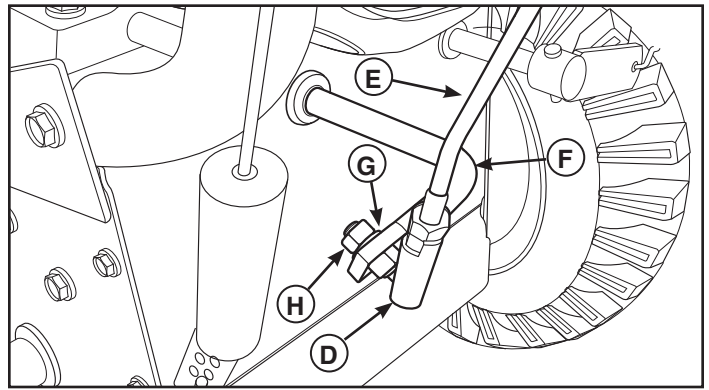

Figure 2
Attachez le joint sphérique (D, Figure 2), situé à l'extrémité inférieure de la tige de commande de vitesse (E) à l'assemblage de fourchette de boîte (F) avec une rondelle frein de 5/16 po (G) et un écrou de 5/16 po (H). Serrez l'écrou à fond..